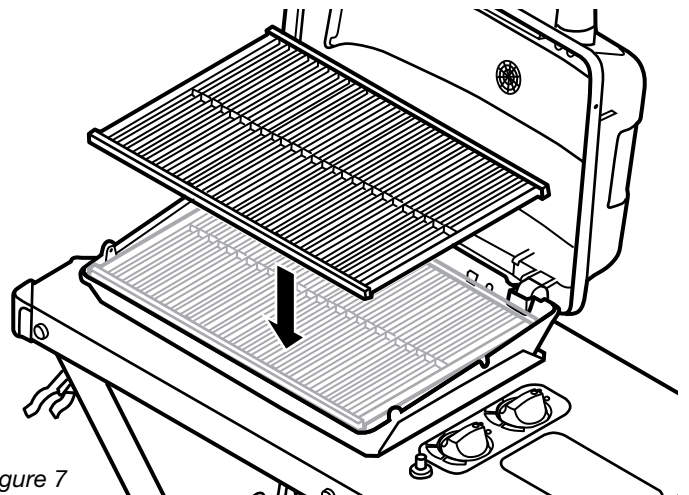

figure 7
Installer ⑧ la grille de cuisson, comme indiqué à la figure 7.